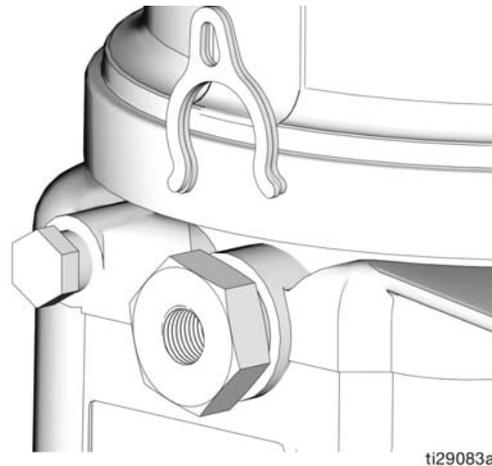

図 20
ポンプ量の制御は、スペーサー無し (0)、スペーサー 1 もしくは 2 により設定されます (図 20)。